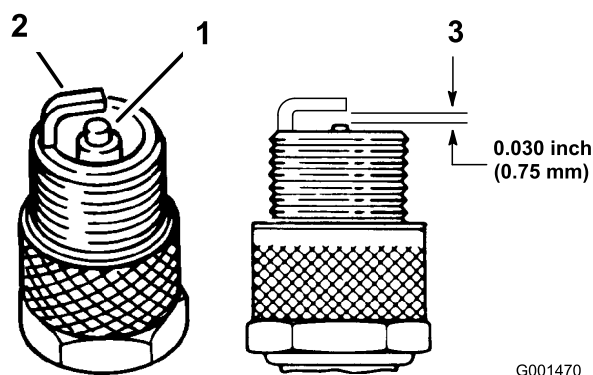

Figura 36
3. Verifique o estado dos eléctrodos lateral e central, bem como do isolante do eléctrodo central, certificando-se de que não se encontram danificados (Figura 36).
4. Ajuste a folga existente entre a zona central e lateral do eléctrodo para 0,762 mm (Figura 36).